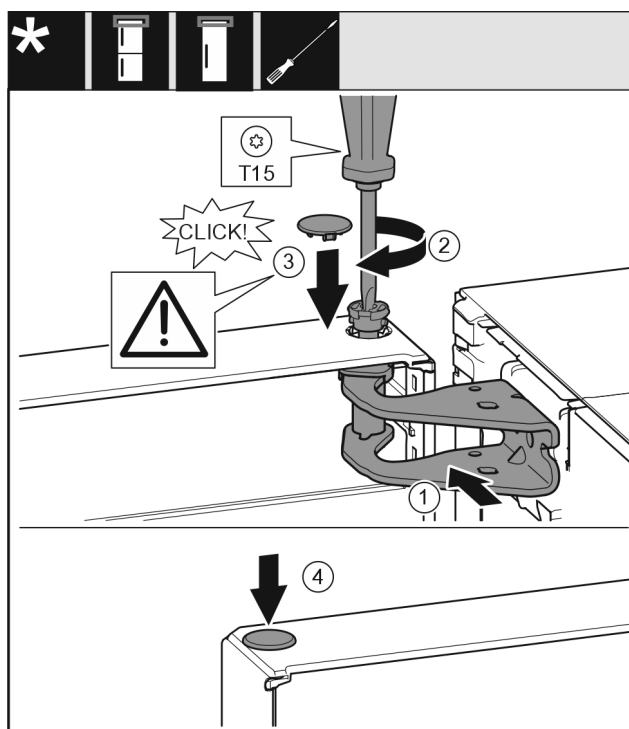

Fig. 18
- ▶ Orienter la porte en haut pour l'ouverture dans le support de palier. Fig. 18 (1)
- ▶ Poser le boulon et le visser avec un tournevis T15. Fig. 18 (2)
- ▶ Monter le cache de sécurité pour sécuriser la porte : Mettre en place le cache de sécurité et vérifier qu'il repose sur la porte. Sinon, enfoncer à fond le boulon. *Fig. 18 (3)*
- ▶ Mettre le bouchon en place. *Fig. 18 (4)*